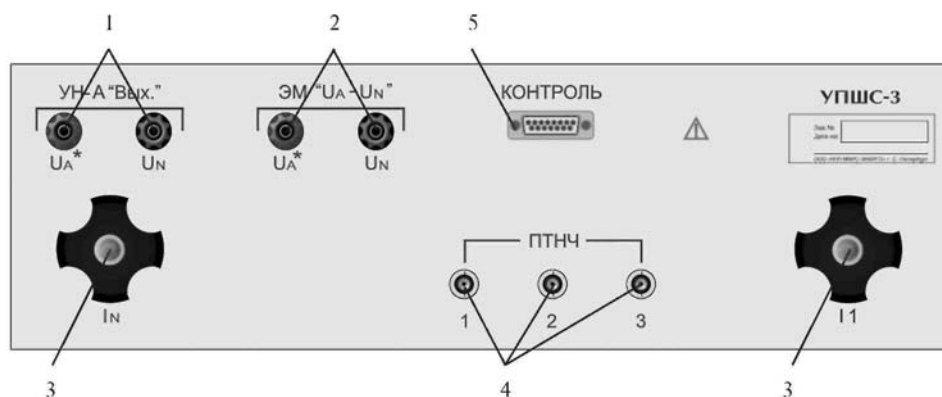

Рис. 2.2. Задняя панель УПШС-3:
2.4.1. УПШС-3 выполнено в виде блока, на передней (рис. 2.1) и задней (рис. 2.2) панелях которого расположены все разъемы, необходимые для подключения поверяемых счетчиков, устройств для снятия информации с поверяемых счетчиков (ФСУ-И, ФСУ-Э, ПФИ), а также для подключения УПШС-3 к поверочной установке «УППУ-МЭ 3.1КМ-С».